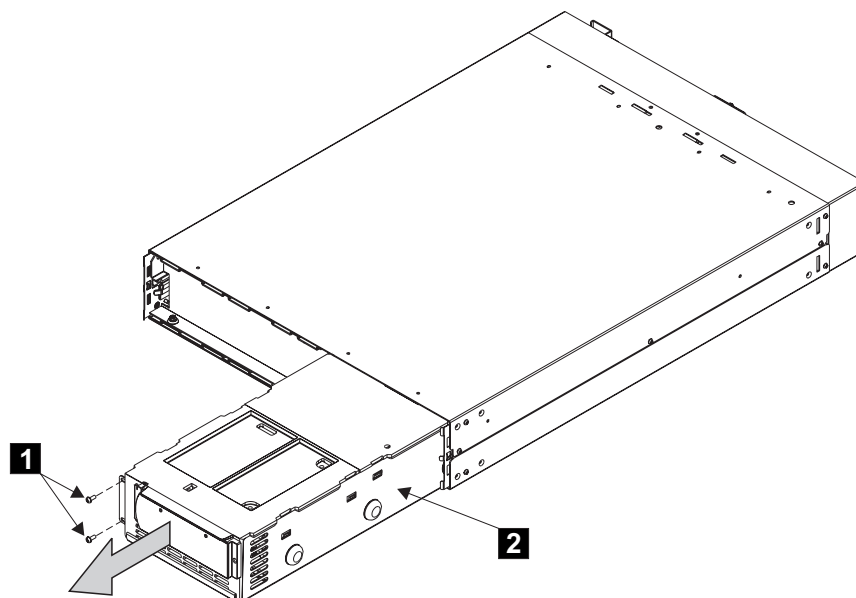

図 173. 2145 UPS からの電子装置の取り外し
4. 2 つのねじを外します。443 ページの図 173 の **1** を参照してください。